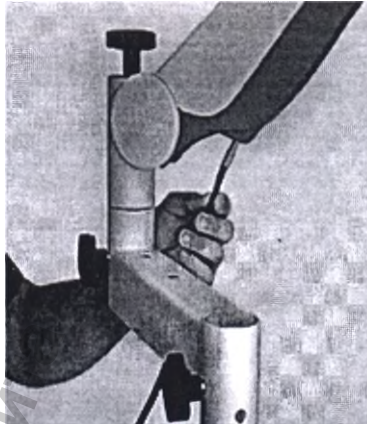

Рисунок 22
8. Проденьте кабель оптоволоконный над отверстием, выполненным в корпусе плеча пантографического (Рисунок 22).